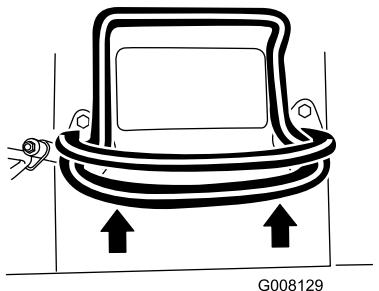

Figura 8
- Para avançar, empurre o controlo de tração para a frente (Figura 8).